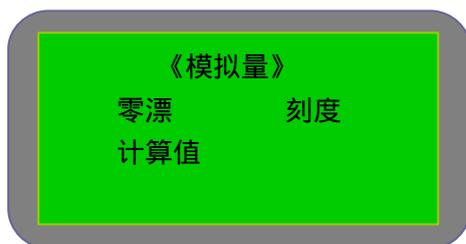

图 5-1-1
- 模拟量：包括零漂、刻度、计算值。可通过按“上移”键或“下移”键循环选择；也可按“退出”键退回到主菜单，如图 5-1-1 至图 5-1-5 界面。